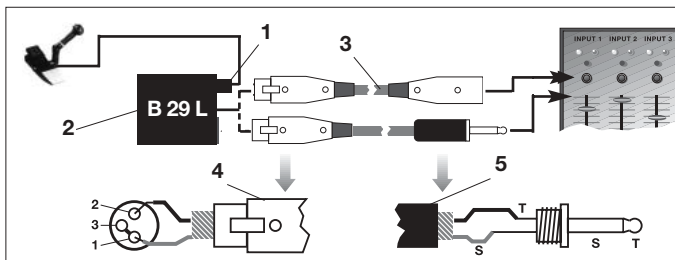

Fig. 3: Schema di collegamento con B 29 L
Vedi fig. 3.
- Vedi fig. 3.
2. Collegare il B 29 L (2) con l'ingresso prescelto.
- Per il collegamento ad un ingresso simmetrico servitevi di un cavo XLR commerciale (3).